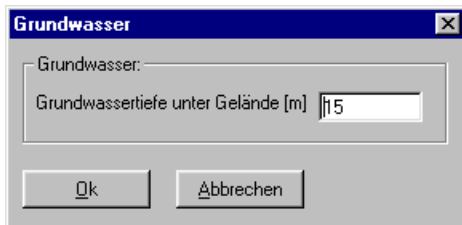

Bild 3-16 Dialogfeld "Grundwasser unter Gelände"
- Doppelklicken Sie auf Grundwasserspiegel. Das entsprechende Dialogfeld (Bild 3-16) erscheint, um das Grundwasser unter Gelände zu modifizieren